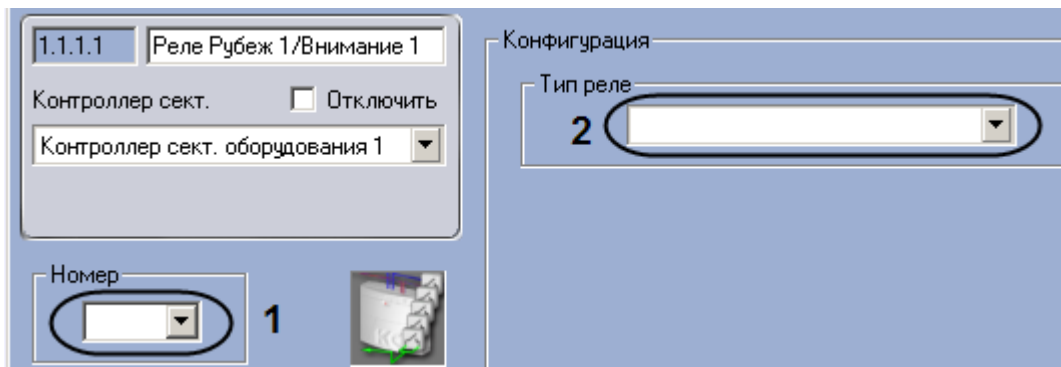

Рис. 3.6—23. Настройка реле Рубеж 1/Внимание
2. Выбрать номер выхода контроллера сектора оборудования, к которому подключено устройство, из раскрывающегося списка **Номер** (см. Рис. 3.6—23Рис. 3.6—21, 1).
3. Выбрать тип подключаемого датчика из раскрывающегося списка **Тип датчика** (см.Рис. 3.6—23, 2).